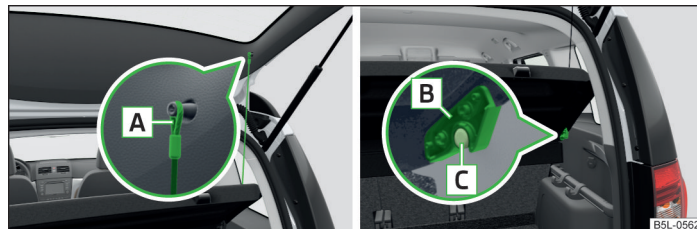

Fig. 82 Sujete la cubierta del maletero
- Enganche las cintas de sujeción **A** » fig. 82 en la tapa del maletero.
- Coloque los alojamientos situados en la cubierta **[B]** » fig. 82 sobre los pernos **[C]** del revestimiento lateral.
- Si las cintas de sujeción **[A]** » fig. 82 están enganchadas en la tapa del maletero, entonces al abrir esta última, también se levantará la cubierta del maletero.